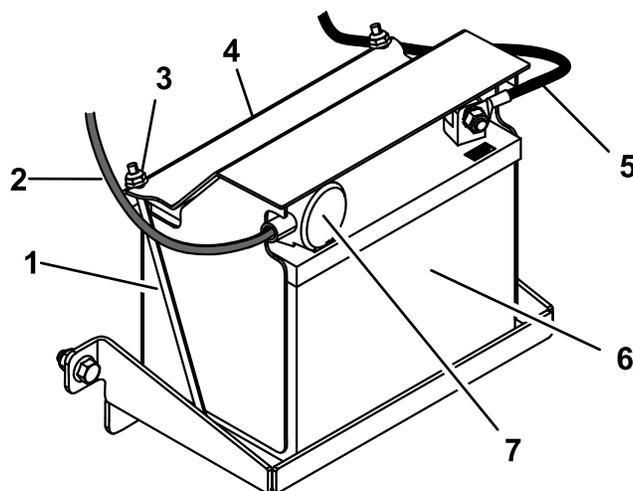

Figure 27
1. Placez la batterie sur son support et fixez-la avec le couvercle, les 2 tiges de fixation et les 2 écrous (Figure 27).
4. Placez le capuchon rouge sur la borne positive de la batterie (Figure 27).